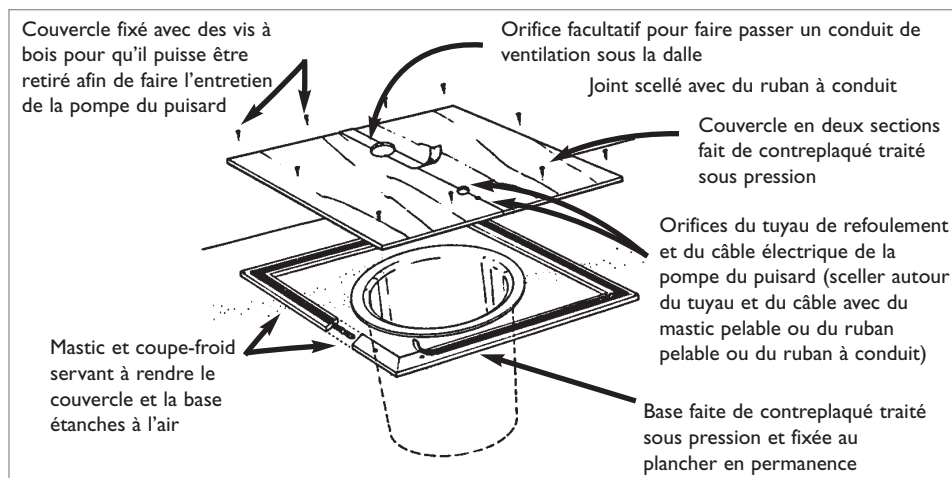

Figure 8 : Scellement des puitsards ouverts
- **Puisards ouverts.** On peut sceller le puisard en y installant un couvercle étanche à l'air (*voir* la Figure 8). Si le puisard sert également d'avaloir de sol, il suffit d'ajouter un siphon spécial au couvercle étanche et d'enfoncer légèrement celui-ci dans la cavité du puisard.
- Munir le puisard d'un couvercle étanche. Le constructeur peut acheter une unité avec couvercle ou en fabriquer un sur place (*voir* la Figure 8, page 18). Un couvercle étanche protège contre le radon, les moisissures, les mauvaises odeurs, les insectes et les courants d'air froid. Il réduit également les risques de blessures chez les jeunes enfants.